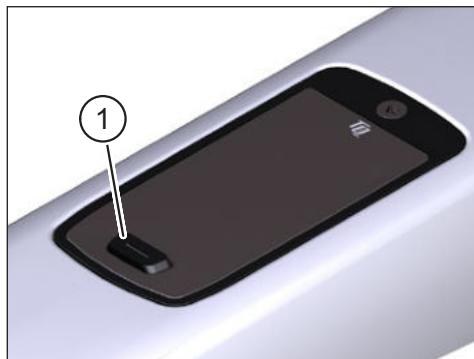

Abb. 2: Display
- Schalten Sie die Drive Unit mit einem **kurzen** Druck auf den Taster (Pos. 1 in Abb. 2) am Display ein.
- Schalten Sie den Drive Unit mit einem **langen** Druck auf den Taster (Pos. 1 in Abb. 2) am Display aus.